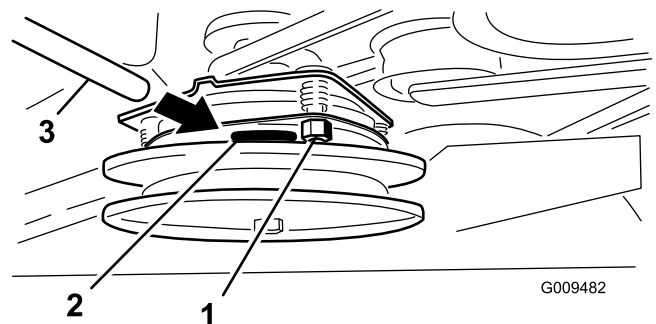

Bild 57
5. Ziehen Sie die Sicherungsmuttern an, bis die Fühlerlehre etwas fest sitzt, jedoch leicht bewegt werden kann (Bild 57).